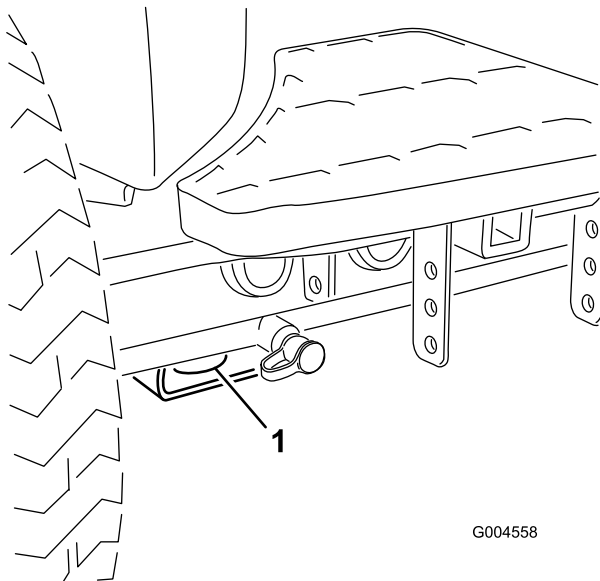
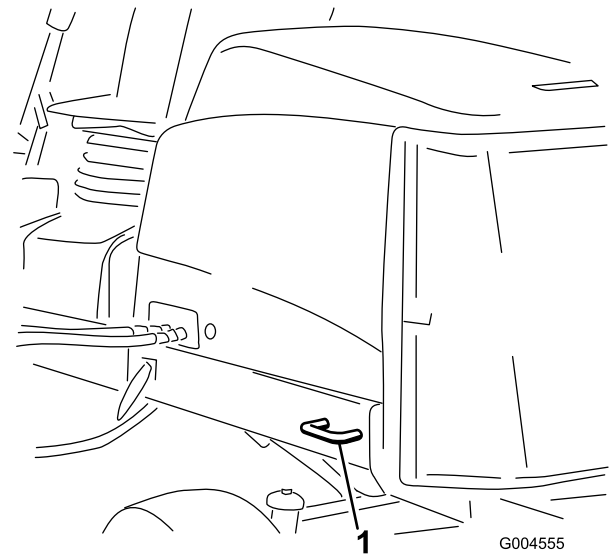

Bild 36
Bild 37
5. Befestigen Sie die Maschine mit den Metallvergurtungen und Riemen, Ketten, Kabel oder Seilen am Anhänger oder Pritschenwagen (**Bild 36** und **Bild 37**).
- Vorne: Loch im Rechteck unter dem Achsenrohr in jedem Vorderreifen (**Bild 36**)
- Hinten: Jede Maschinenseite am hinteren Rahmen (**Bild 37**)